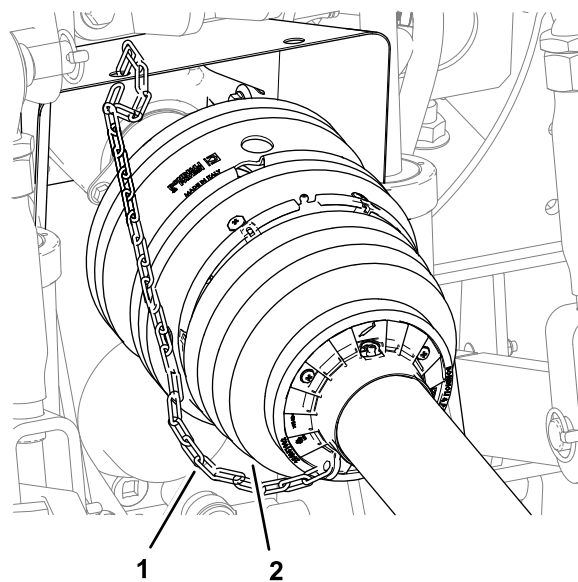

Bild 26
6. Befestigen Sie die Rückhaltekette an einem festen Teil des Zugfahrzeugs (Bild 26).